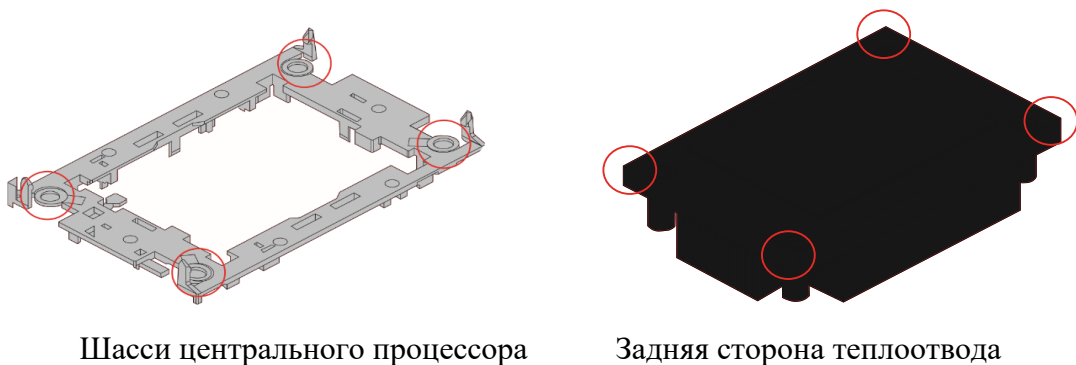

Рисунок 10 – Прикрепление радиатора к держателю центрального процессора
4. Прикрепите радиатор к держателю центрального процессора. Прикрепите углы держателя процессора к задней стороне радиатора (см. Рисунок 10).